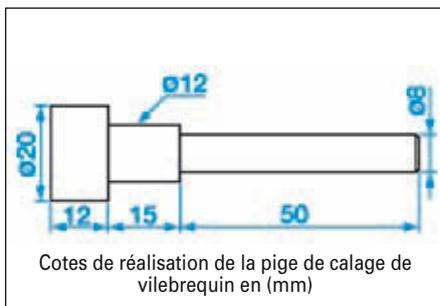

FIG.3
- [1]. Outil de pigeage (réf. Mot.1054) (Fig.3).